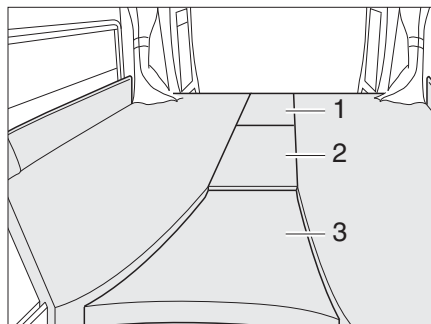
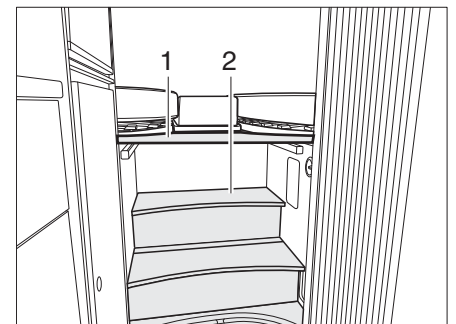

Bild 46 Doppelbett Heck
Bild 47 Doppelbett Treppe
- ▷ Um die Treppe nutzen zu können, das Brett (Bild 47,1) oberhalb der Treppe sowie das Zusatzpolster (Bild 46,3) nicht verwenden.
- Brett (Bild 47,1) auf die Streben oberhalb der Treppe (Bild 47,2) legen.
- Zusatzpolster (Bild 46,1, 2 und 3) einlegen.